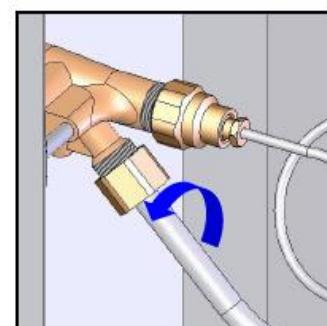

Figure 2
- Ausbau der Verbindungsstücke zwischen dem Radian Gasversorgungsschlauch und dem Ventil (Bild 2.).